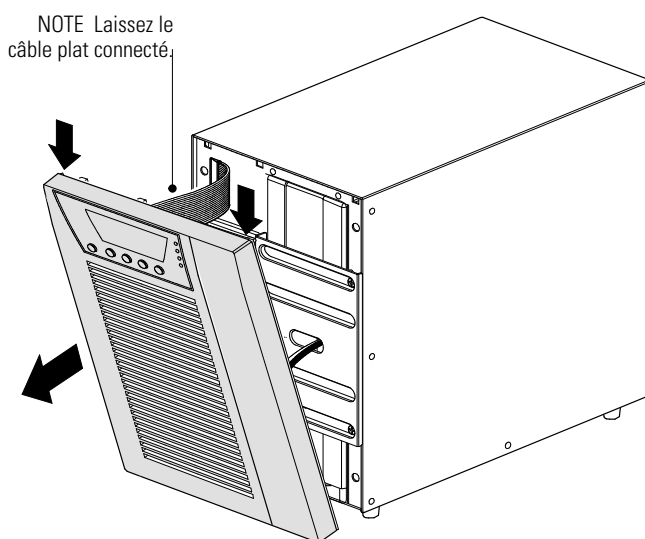

Figure 25. Retrait du Couvercle Avant de l'Onduleur
1. Retirez le couvercle avant de l'onduleur (voir Figure 25).